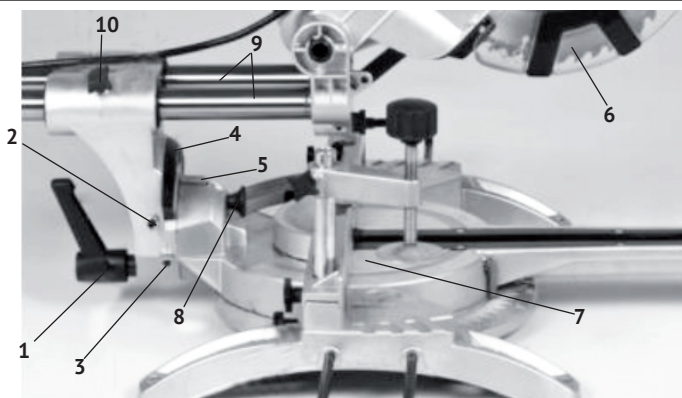

рис.7
## 2.7 Установка угла наклона режущего блока (рис.7)
- режущий блок имеет возможность установки заданного угла наклона относительно вертикальной оси, как влево в положении от 0 до 45°, так и вправо от 0 до 45°. Для поворота вправо необходимо освободить (вытянуть на себя) кнопку стопора (рис.7 поз.8);
- для установки угла наклона необходимо: ослабить рукоятку-фиксатор (рис.7 поз.1), установить необходимый угол наклона по шкале (рис.7 поз.4), поворачивая режущий блок за рукоятку пилы, и надёжно затянуть рукоятку-фиксатор.
- установить рабочий стол (рис.7 поз.7) в нулевое положение;
- ослабить контргайку винта (рис.7 поз.2);
- установить транспортер (электронный угломер), измеряющий угол между плоскостью рабочего стола (рис.7 поз.7) и пыльного диска (рис.7 поз.6);
- шестигранным ключом из комплекта поставки поворачивать винт (рис.7 поз.2) до точной установки угла  $90^\circ$  между диском и рабочим столом;
После установки точного положения угла, проверить положение стрелки-указателя (рис.7 поз.5) на шкале (рис.7 поз.4). При несовпадении с нулевым положением, ослабив винт крепления стрелки, откорректировать её положение и зафиксировать винтом.
- ослабить контргайку винта (рис.7 поз.3);
- шестигранным ключом из комплекта поставки поворачивать винт (рис.7 поз.3) до точной установки угла  $45^\circ$  (влево) между диском и рабочим столом;
Аналогично провести точную установку угла  $45^\circ$  поворота пыльного диска к плоскости рабочего стола вправо (винт регулировки на противоположной стороне суппорта), разблокировав (вытянув) кнопку стопора (рис.7 поз.8).
- пила обладает возможностью продольного движения режущего блока в процессе распиливания по двум трубчатым направляющим (рис.7 поз.9).
- для осуществления возможности продольного движения режущего блока необходимо ослабить винт-фиксатор (рис.7 поз.10).